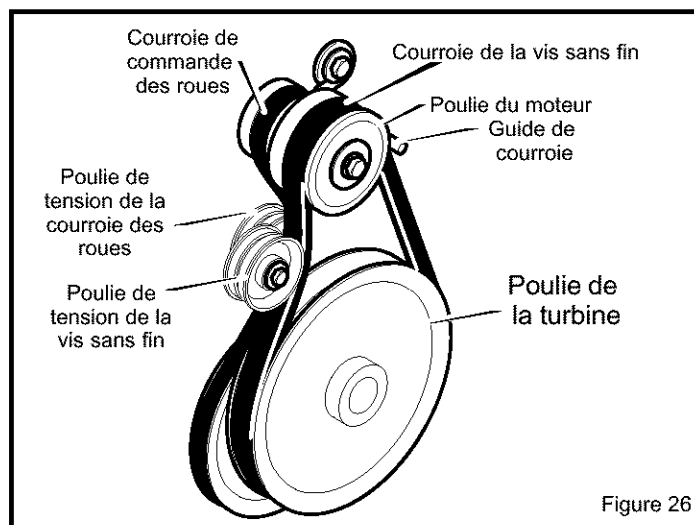

Figure 26
3. Desserrer les **guides de courroie** et les écarter de la poulie de tension (voir Figure 26).
Courroie de commande des roues (voir Figure 26)